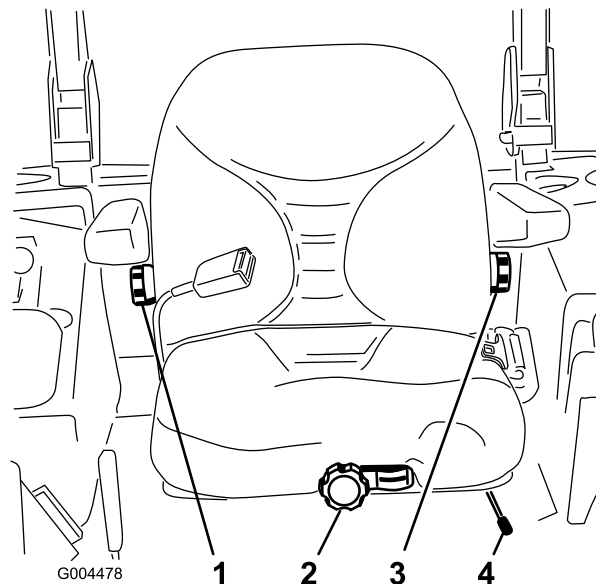

Figure 32
1. Poussez le levier de réglage sur le côté pour débloquer et régler le siège (Figure 32).
Sans vous asseoir sur le siège, tournez le bouton avant dans un sens ou dans l'autre pour obtenir la position la plus confortable (Figure 32).
Pour ce faire, tournez le bouton situé sous l'accoudoir droit dans un sens ou dans l'autre pour obtenir la position la plus confortable (Figure 32).
Pour le régler, tournez le bouton situé sous l'accoudoir gauche dans un sens ou dans l'autre pour obtenir la position la plus confortable (Figure 32).